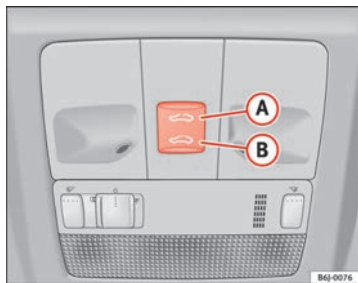

Fig. 51 Toit ouvrant / déflecteur
- Appuyez et maintenez le bouton **(B)** ⇒ fig. 51 ⇒ **(A)** appuyé, le toit se ferme alors jusqu'à ce que le bouton soit relâché.